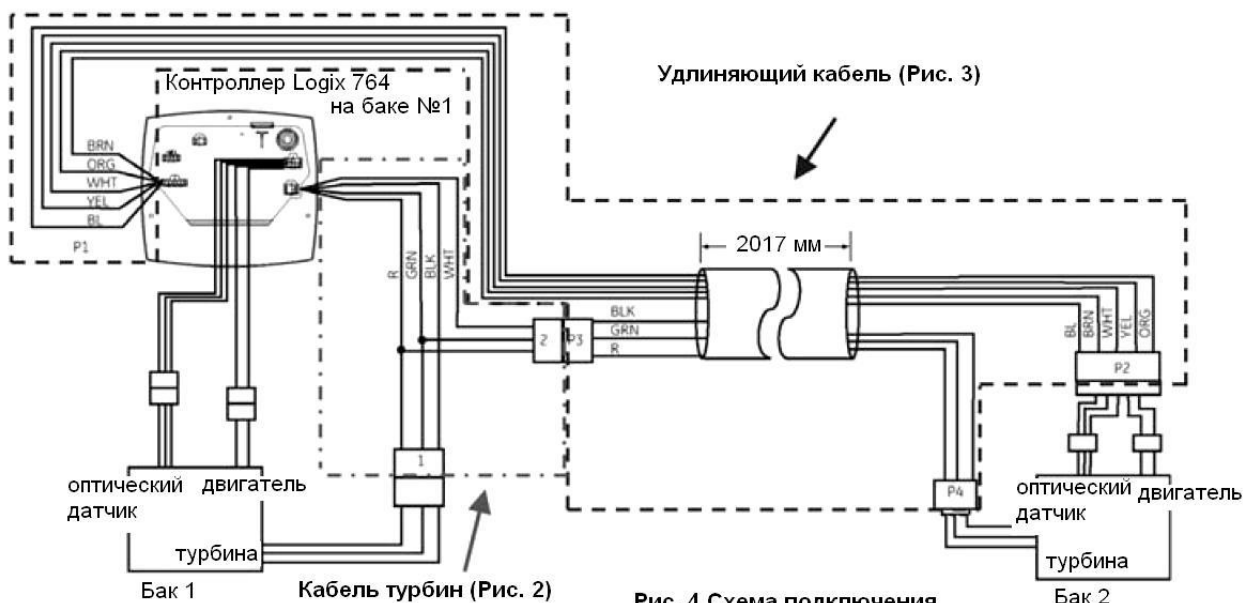

Рис. 4 Схема подключения
- Соедините контроллер 764, установленный на главном (ведущем) клапане с ведомым (вторичным) клапаном специальным кабелем (см. рис. 4 и 1). Подключите блок питания;